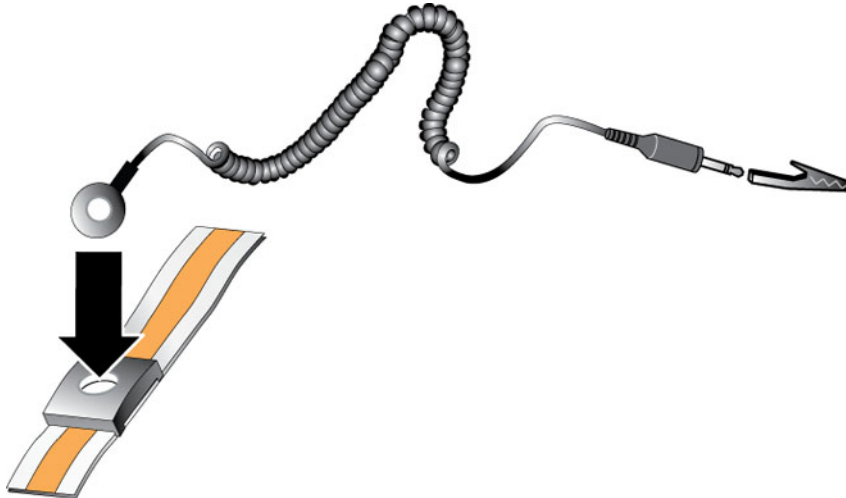

Figure 1. Utilisation d'un bracelet antistatique
1. Connectez la partie métallique du cordon à l'embout de l'élastique. Voir Figure 1.